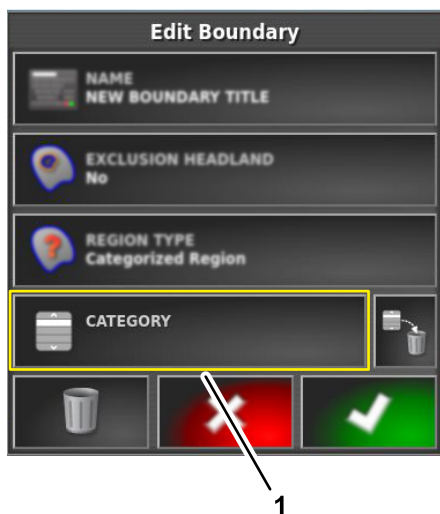

Рисунок 65
3. В диалоговом окне «Редактирование границы» нажмите на значок КАТЕГОРИИ, чтобы отобразить на дисплее список типов категории (Рисунок 65).